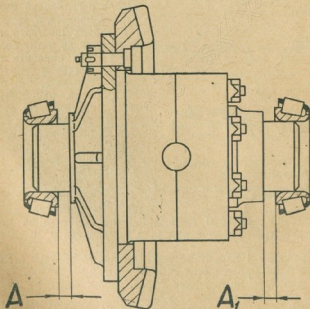

рис. 68. Зазоры A и A_1 между торцами подшипников и коробки сателлитов
3. Вновь отвернуть болты, осторожно снять крышку, вынуть из картера мост дифференциала и шупом замерить зазоры A и A_1 (рис. 68) между торцами коробки сателлитов и торцами внутренних колец подшипников.